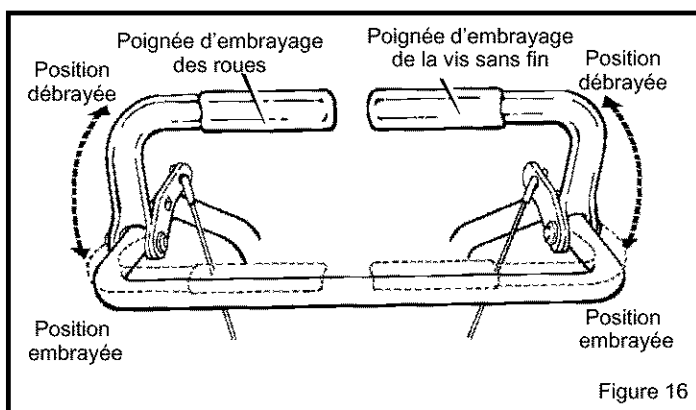

Figure 16
5. Embrayer la vis sans fin à l'aide de la poignée d'embrayage (droite—Figure 16).
**IMPORTANT: S'assurer que personne ni aucun obstacle ne soit devant la machine avant d'embrayer la vis sans fin (Figure 16).**
6. Embrayer la commande des roues avec la poignée gauche (Figure 16). Lorsque le chasse-neige commence à se déplacer, bien maintenir les poignées sur le guidon et guider le chasse-neige dans la direction voulue. Ne pas pousser le chasse-neige.
7. Pour arrêter le déplacement de la machine, relâcher la poignée de l'embrayage des roues (poignée gauche – Figure 16).
8. Pour arrêter la vis sans fin, relâcher la poignée d'embrayage de la vis sans fin (poignée droite – Figure 16).